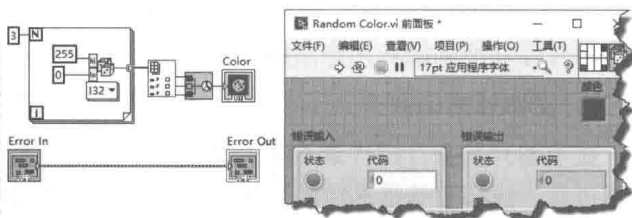

图 7-104 随机颜色发生器
step 2 通过“绘图区域”属性节点，确定图片控件的大小，同时将它们设置为饼图绘图区域的宽度和高度。为了使用不同颜色显示数据，我们首先制作一个随机颜色发生器，返回随机产生的 RGB 颜色，如图 7-104 所示。